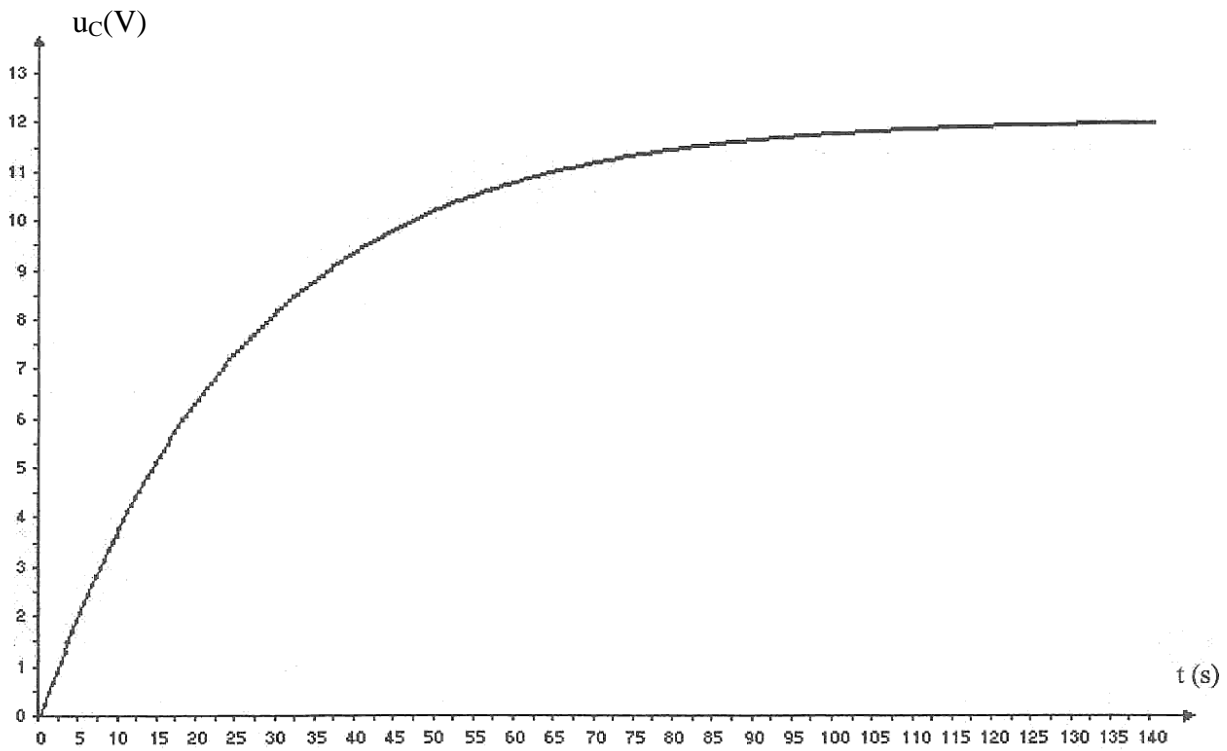

Figure 2
- 1.9.2. A l'aide de la courbe $u_C = f(t)$ donnée en **ANNEXE (figure 2 à rendre avec la copie)**, déterminer graphiquement la valeur de τ par la méthode de votre choix. La construction qui permet la détermination de τ doit figurer sur la courbe $u_C = f(t)$.
2.2.5. Retrouver graphiquement la valeur de t_{al} à l'aide de la courbe $u_C = f(t)$ fournie en **ANNEXE (figure 2 à rendre avec la copie)**. Indiquer clairement cette durée sur le graphe.